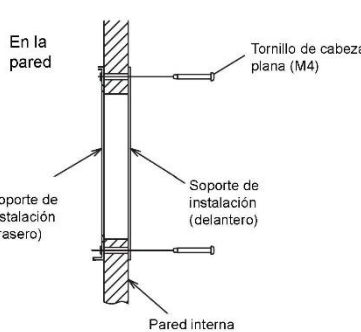

Figura 3.4.4
- Al sujetar los soportes, asegúrese de que los soportes de instalación delanteros y traseros estén instalados en la dirección correcta. (Figura 3.4.4).